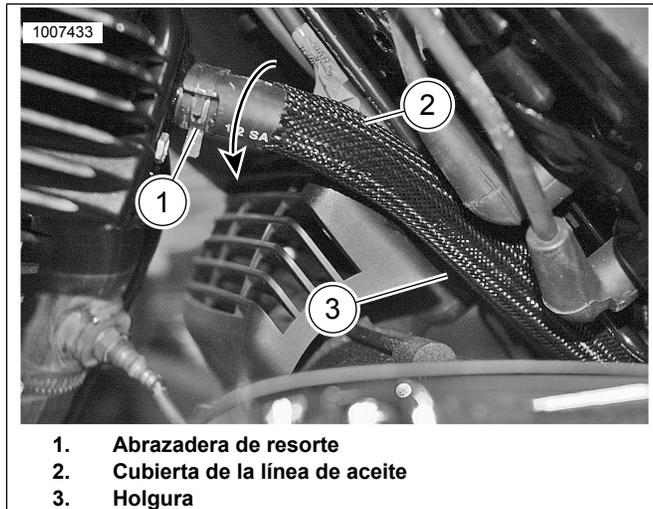

Figura 3. Cubierta de la línea de aceite trasera
- a. Vea Figura 3 . Vuelva a posicionar los cables del enchufe, si es necesario.
- b. Libere la abrazadera del resorte de la manguera de la línea de aceite superior (1) y quite la manguera de la línea de aceite superior solo de la culata.
- c. Quite la abrazadera de resorte de la manguera de la línea de aceite (1) de la manguera.
- d. Inserte la cubierta sobre la manguera de la línea de aceite trasera (2). Coloque la cubierta de la 25,4 mm (1 in) abrazadera del resorte superior en la manguera de la línea de aceite trasera.
- f. Cuando la abrazadera de resorte esté floja, gire la manguera para obtener el máximo espacio entre la caja del ventilador y la cubierta de la manguera de la línea de aceite (3).